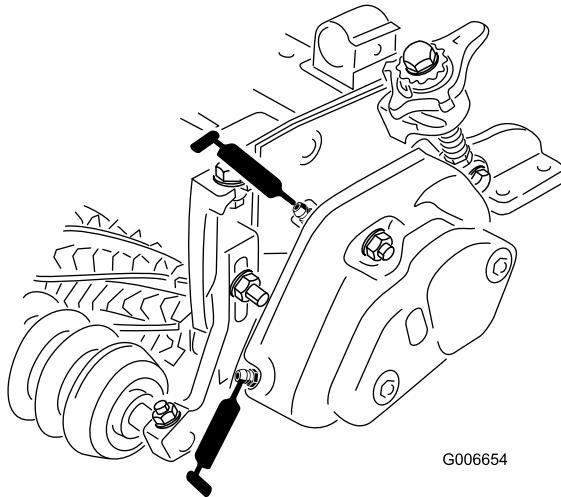

**Figure 13**
24. Posez le couvercle du groomer et fixez-le avec (2) écrous à embase (5/16 po) (Figure 13).